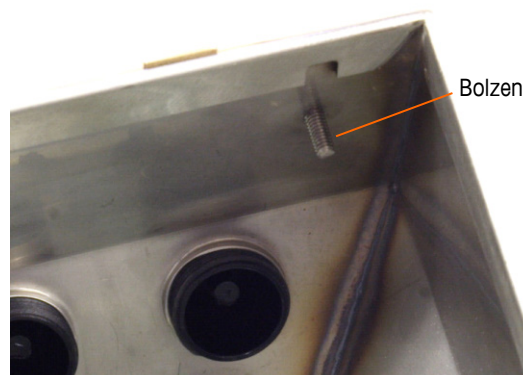

Abbildung 2-10: Bolzen zum Anbringen der umgekehrten Frontplatte
9. Drehen Sie die Rückseite des Gehäuses um 180 Grad drehen und die beiden Erdungsbänder mit den zwei Muttern, die im vorherigen Schritt ausgebaut wurden, wieder an den beiden Bolzen neben den Kabelfüßen befestigen. In Abbildung 2-10 ist einer der beiden Bolzen dargestellt. Die zwei Muttern festziehen.